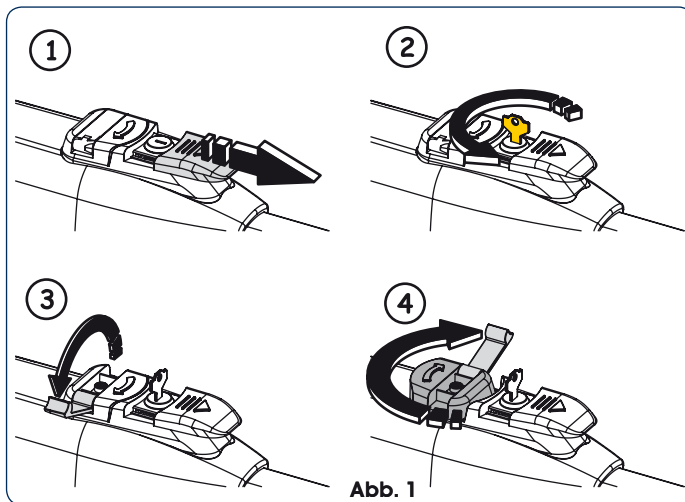

Abb. 1
2. Die Schutzhaube – Abb. 1 - ① – gleiten lassen.
3. Den Schlüssel einstecken und um 90° drehen, Abb. 1 - ②.
4. Den Bedienhebel heben, Abb. 1 - ③.
5. Zur Freigabe des Antriebs den Bedienhebel um 180° in Richtung des auf dem Freigabesystem angegebenen Pfeils drehen, Abb. 1 - ④.